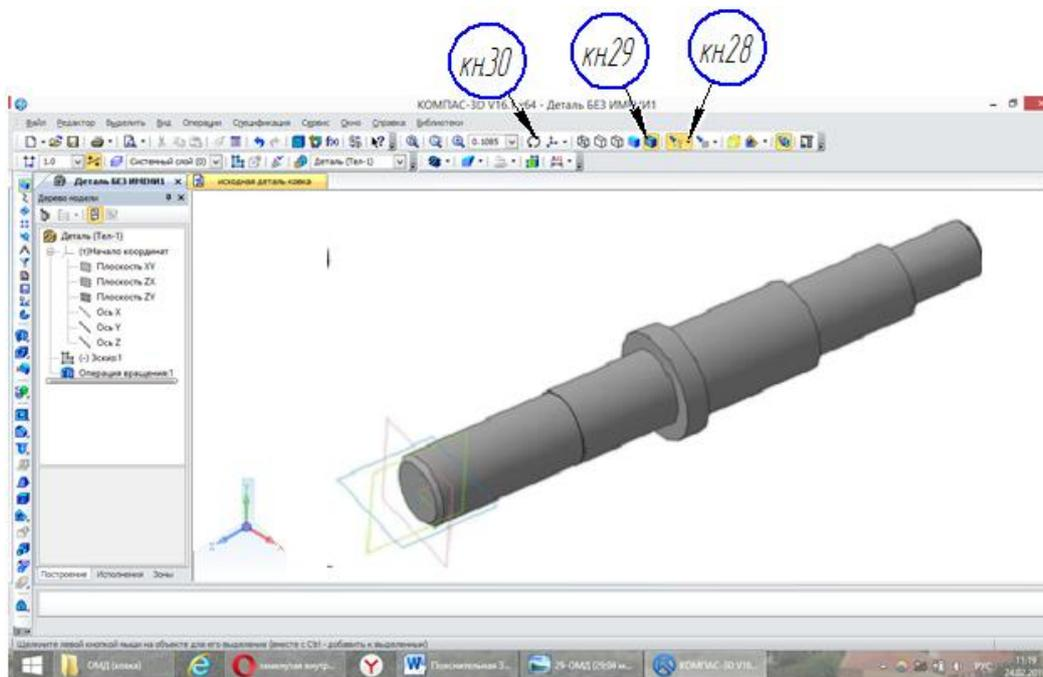

Рисунок 54.
6) Включение *кн.28* –«Ввод» На рисунке выполняется визуальный контроль создаваемой фаски $2,5 \times 45^\circ$ детали «Вал» в формате 3D. При нажатии на кнопку *кн.28*  «Ввод», на экране появляется модель 3D деталь «Вал», рисунок 54.